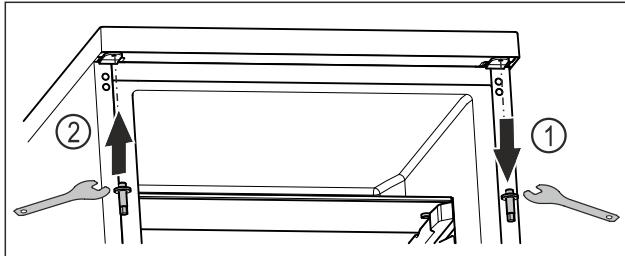

Fig. 22
- Выкрутите верхний болт ключом с наружным шестигранником. *Fig. 22 (1)*
- Затяните болт на противоположной стороне ключом с наружным шестигранником. *Fig. 22 (2)*